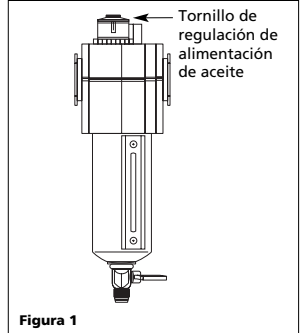

Figura 1
3. El flujo del aceite se controla con el tornillo de regulación del domo visor. (Vea Figura 1.) Gírelo en sentido antihorario para mayor suministro de aceite, o en sentido horario para menor suministro de aceite. La tasa de suministro de aceite se ajusta automáticamente con los cambios en el flujo de aire.